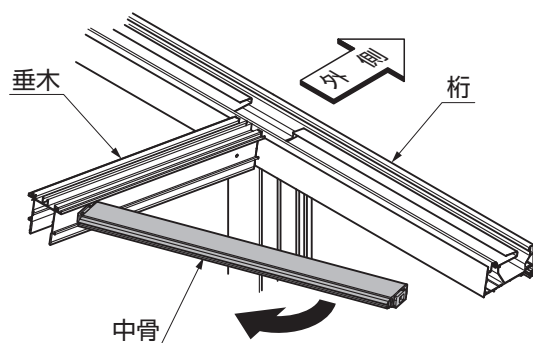
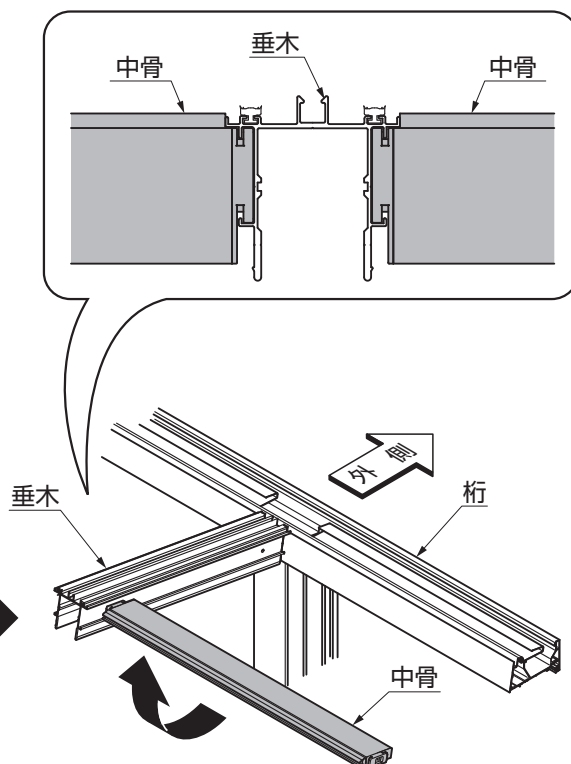

図14-2
図14-3
①中骨を垂木間に回転しながら、はめ込んでください。(図14-2、図14-3参照)